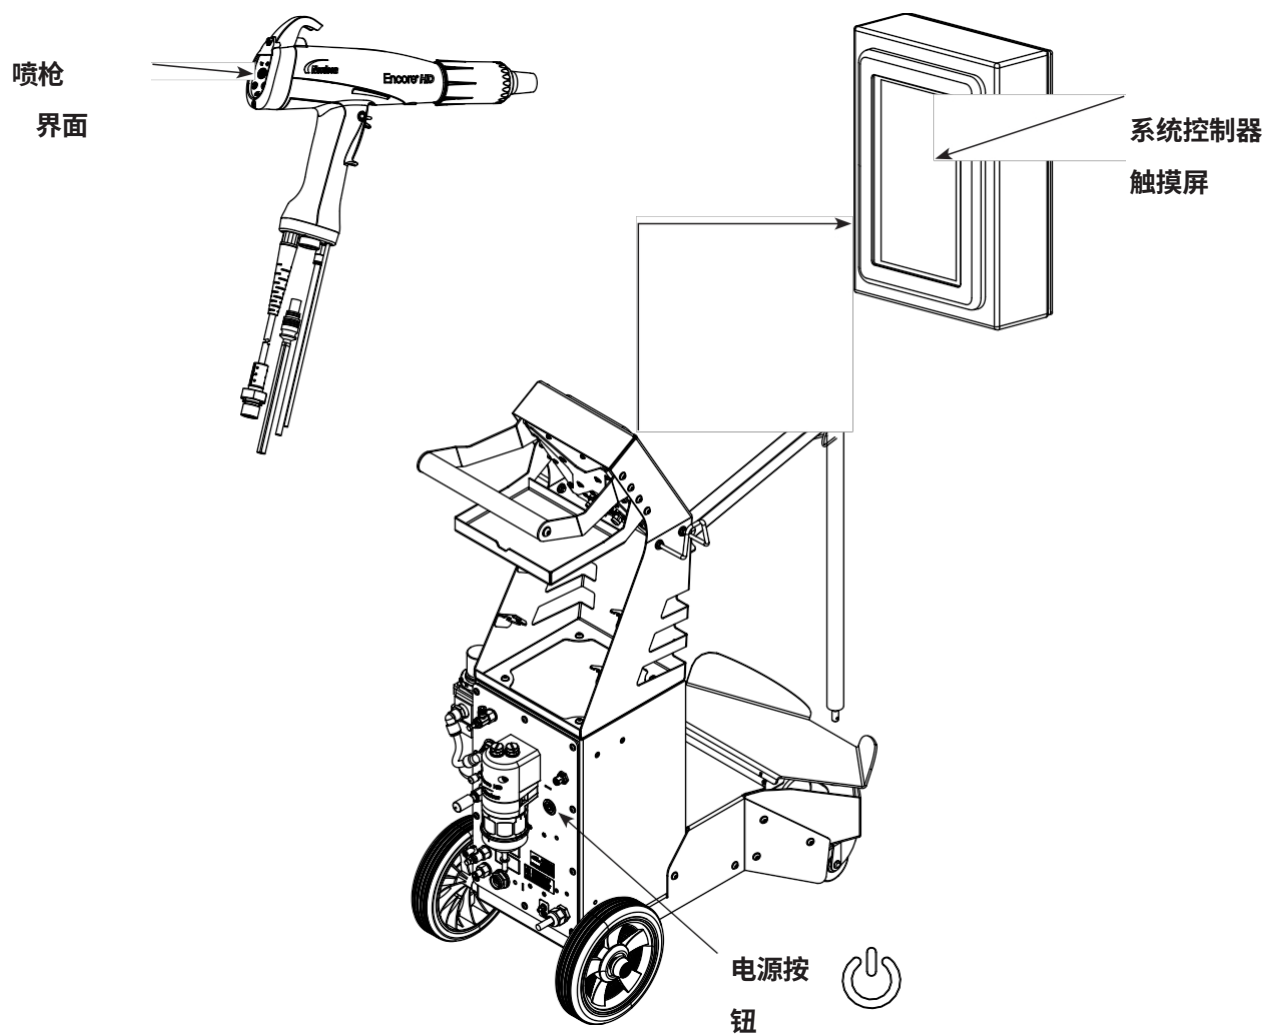

图 4-3 系统 控制
4. 见图 4-3。确保未扣动喷枪扳机，然后接通系统控制器电源 。系统控制器触摸屏和喷枪界面应亮起。